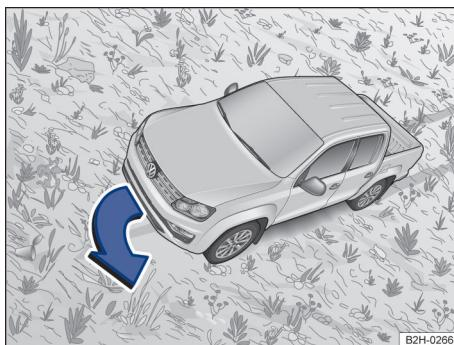

Fig. 109 Representação esquemática: dirigir na linha de inclinação.
- Se o veículo ameaçar tombar, manobrar imediatamente na linha de inclinação e acelerar levemente → Fig. 109. Se não for possível conduzir na linha de inclinação, conduzir ladeira acima e acelerar levemente.
- Antes de conduzir em diagonal na ladeira, assegurar que possa ser dirigido na linha de inclinação. Se isso não for possível, escolher um outro percurso. Se o veículo ameaçar tombar, manobrar imediatamente na linha de inclinação e acelerar levemente → Fig. 109.